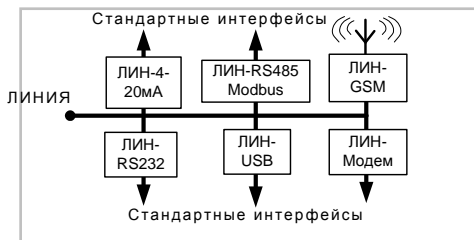

Рисунок 4
- системам автоматизации и коммерческого учета, использующим контроллеры, персональный компьютер, для чего используются адаптеры, преобразующие сигналы линии в сигналы стандартных интерфейсов (рисунок 4).